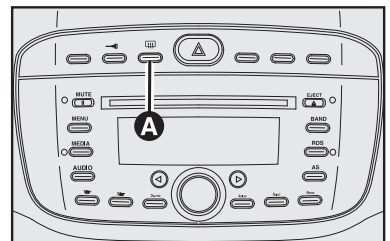

fig. 60
Presione el botón **A-fig. 60** para activar la función; la activación de la función es evidenciada por el encendido de la luz indicadora en el botón.
- luneta térmica (para activar/desactivar solamente la luneta térmica, presione el botón **A-fig. 60**;